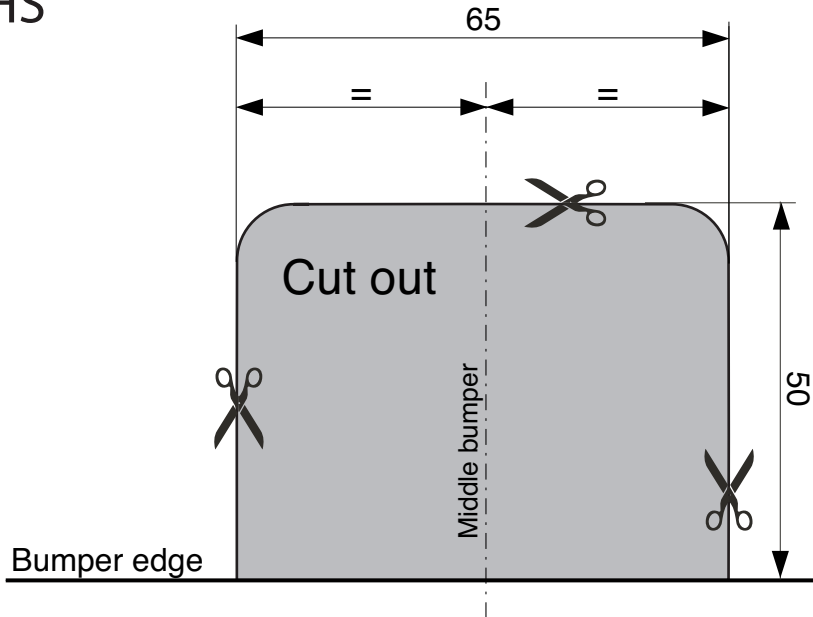

FIG. 2
9. Выпилить указанную часть из бампера при помощи шаблона. (Нанести шаб- лон на наружную сторону бампера.) См. рисунок 2.
10. Установить Brink connector, вместе со штепсельной платой. Новить бампер. См. рисунок 2.